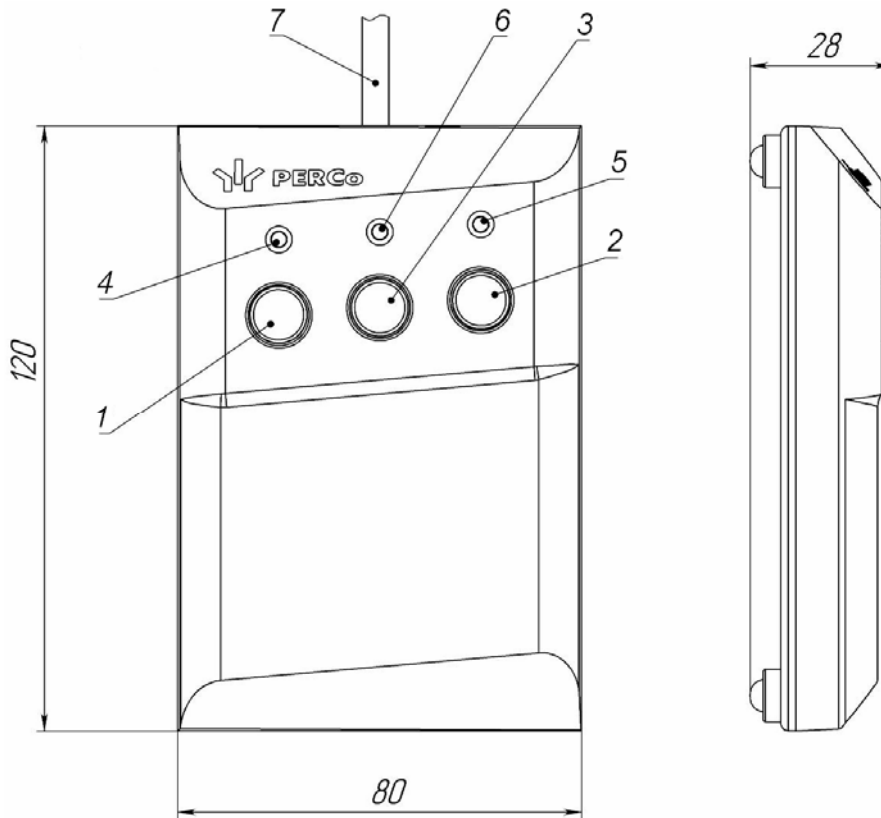
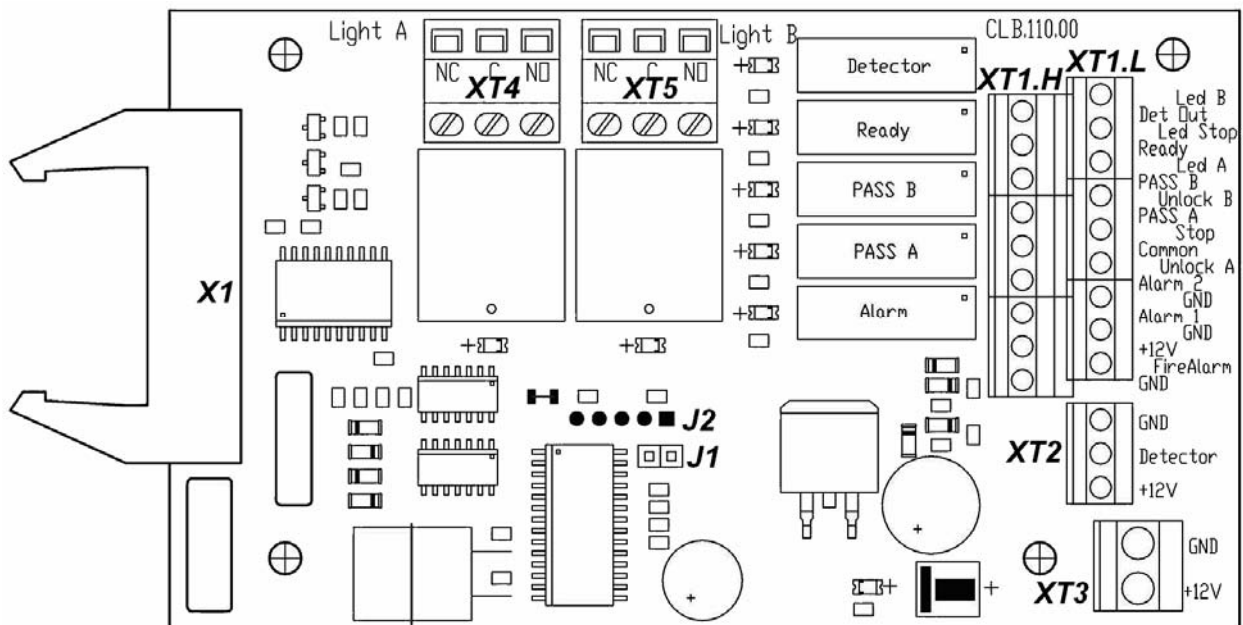
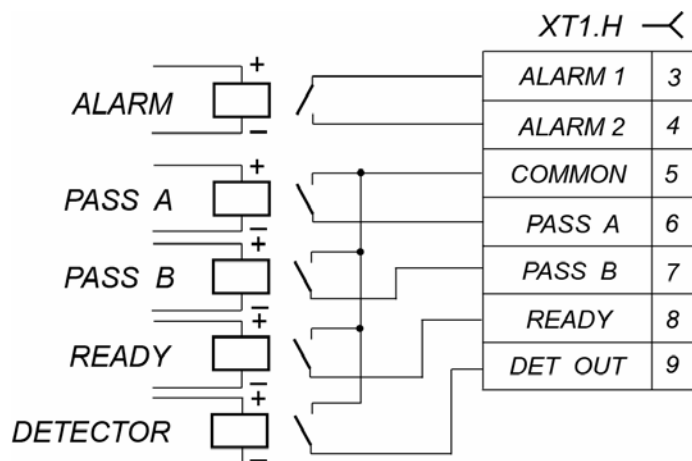
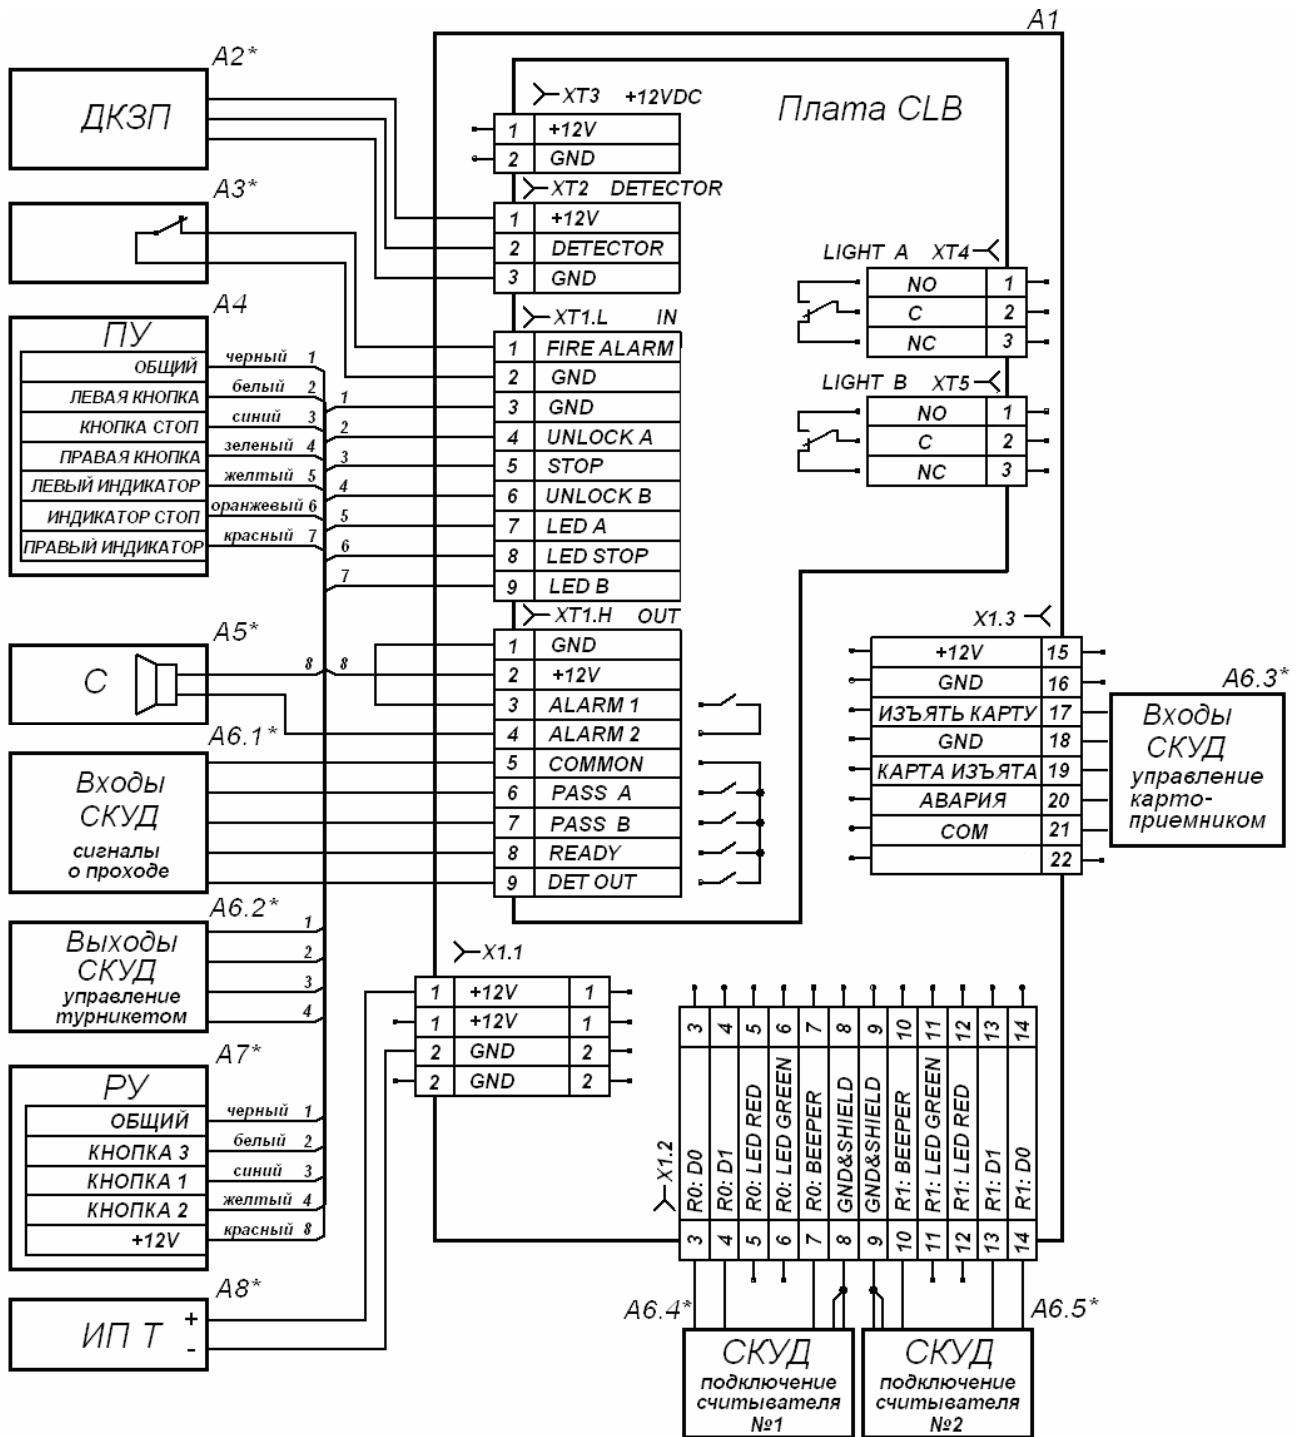

Рисунок 4 Общий вид и габаритные размеры ПДУ
Рисунок 5 Внешний вид платы управления
Рисунок 8 Выходные каскады для PASS A, PASS B, Ready, Det Out и Alarm
Рисунок 11 Схема подключения турникета и дополнительного оборудования¹
5.2.3 ПДУ выполнен в виде небольшого настольного прибора в корпусе из ударопрочного АБС-пластика и предназначен для задания и индикации режимов работы при ручном управлении турникетом. ПДУ подключается к плате управления гибким многожильным кабелем (17) через клеммную колодку **XT1.L** (см. рис.5). Общий вид ПДУ показан на рис. 4.
На лицевой панели ПДУ расположены три кнопки для задания режимов работы турникета. Над кнопками расположены световые индикаторы. В корпусе ПДУ установлен зуммер для звуковой индикации. Средняя кнопка **STOP** предназначена для переключения турникета в режим «*Запрет прохода*». Левая и правая кнопки **LEFT**, **RIGHT** предназначены для разблокировки турникета в выбранном направлении. Изменить ориентацию ПДУ относительно установки стойки турникета (если на месте установки стойка обращена к оператору не лицевой, а тыльной стороной) можно, поменяв местами провода от ПДУ, подключаемые на контакты *Unlock A* и *Unlock B* а также *Led A* и *Led B* соответственно (см. рис. 5 и рис. 11).
5.2.4 Внутри стойки расположен кронштейн с установленной платой управления (см. рис. 5) и клеммами для подключения внешних устройств. К плате подключаются ПДУ, выходы СКУД, устройство РУ, ДКЗП, устройство для подачи команды аварийной разблокировки турникета *Fire Alarm* (далее – *устройство Fire Alarm*). На клеммы подключения внешних устройств выведены линии подключения источника питания, линии управления механизмом картоприемника, линии сигналов считывателей. Подключение внешних устройств производится в соответствии со схемой подключения турникета и дополнительного оборудования (см. рис. 11). Схема электрических соединений внутри турникета приведена на рис. 12.
5.3.7 Обозначения установленных на плате управления клеммных колодок и назначение их контактов показаны на рис. 5 и на наклейке, аналогичной рис. 5, расположенной на внутренней поверхности крышки турникета.
5.4.3 Реле *PASS A* (контакты *PASS A* и *Common*), *PASS B* (контакты *PASS B* и *Common*), *Ready* (контакты *Ready* и *Common*), *Detector* (контакты *Det Out* и *Common*) и *Alarm* (контакты *Alarm 1* и *Alarm 2*) имеют нормально-разомкнутые контакты. При этом общий для этих реле контакт *Common* не соединен с минусом источника питания турникета. В исходном (неактивном) состоянии при включенном питании контакты реле *PASS A*, *PASS B*, *Ready* и *Detector* замкнуты (на обмотку реле подано напряжение), а контакты реле *Alarm* разомкнуты (напряжение на обмотку реле не подано). Факт срабатывания/отпускания реле *PASS A*, *PASS B*, *Ready*, *Detector* и *Alarm* можно определить по загоранию/гашению красных индикаторов, которые установлены вблизи указанных реле (см. рис. 5). Выходные каскады для *PASS A*, *PASS B*, *Ready*, *Det Out* и *Alarm* – контакты реле (см. рис. 8) со следующими характеристиками сигналов:
5.5.2 Режим управления определяется наличием перемычки на разъеме **J1** (расположение разъема **J1** показано на рис. 5 и на наклейке, расположенной на внутренней поверхности крышки):
5.9.2 Подключение ДКЗП прохода производится к клеммной колодке **XT2**, а сирены – к клеммной колодке **XT1.H** платы управления согласно схеме электрических соединений (см. рис. 11 и рис. 5). ДКЗП должен иметь нормально-замкнутые контакты. Если ДКЗП не подключен, то необходимо установить перемычку между контактами *Detector* и *GND* клеммной колодки **XT2**. При поставке данная перемычка установлена.
На контакты *Det Out* и *Common* клеммной колодки **XT1.H** платы управления (см. рис. 5) всегда транслируется сигнал о текущем состоянии ДКЗП.
5.9.3 Подключение устройства, подающего команду аварийной разблокировки, производится к клеммной колодке **XT1.L** платы управления согласно схеме электрических соединений (см. рис. 11 и рис. 5). Если вход *Fire Alarm* не используется, то необходимо установить перемычку между контактами *Fire Alarm* и *GND*. При поставке данная перемычка установлена.
5.11.1 Управление механизмом картоприемника осуществляет СКУД подачей сигнала на вход *Изъять карту* платы управления картоприемником (контакт 17 клеммной колодки **X1.3**, см. рис. 11). Картоприемник формирует сигнал *Карта изъята* (контакт 19 клеммной колодки **X1.3**) и в определенных случаях – сигнал *Авария* (контакт 20 клеммной колодки **X1.3**).
- 6 Снимите крышку турникета (3), открыв ключом замок согласно инструкции приведенной в разд. 6 «Маркировка и упаковка».
- 7 Подключите кабель питания (18) к клеммной колодке **X1.1** (см. рис. 11). Подключите кабель ПДУ (17) к клеммной колодке **XT1.L** на плате управления (см. рис. 5). Подключите при необходимости кабели от других устройств к соответствующим клеммным колодкам платы управления (см. рис. 5 и рис. 11).
- 9 После подключения всех кабелей и закрепления стойки на полу установите на место крышку (3) (см. разд. 6). Для установки в рабочее положение преграждающих планок снимите с поворотного механизма крышку (6), отвернув винт M4x25. Отверните болт M8x30, установленный на преграждающей планке (5). Установите преграждающую планку в соответствующее посадочное место и зафиксируйте болтом. Под головку болта установите пружинную шайбу. Затяжка болтов должна обеспечивать надежную фиксацию преграждающей планки (без люфта).
- 11 Установите в рабочее положение крышку (6), закрепив ее винтом.
Подключение контроллера к плате управления турникета производится в соответствии с рис. 11.
Передача данных от считывателей осуществляется по интерфейсу *Wiegand*. Подключение считывателей к контроллеру СКУД необходимо производить экранированным кабелем в соответствии с рис. 11.